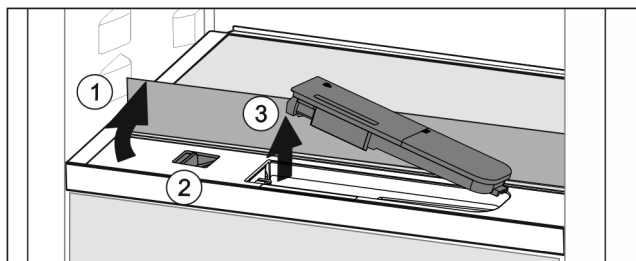

Fig. 145
- Podignite staklenu ploču i otklopite je do graničnika prema natrag Fig. 145 (1).
- Pomaknite Fig. 145 (2) klizač ulijevo.
- Izvadite spremnik za vodu Fig. 145 (3).